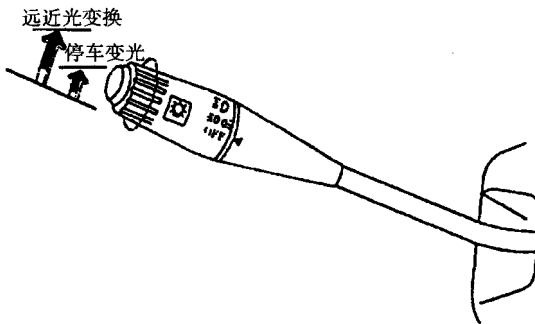

图 1-6 组合开关左手柄
(1) 左手柄 如图 1-6 所示，该开关为操纵杆式，在转向柱左侧。主要用于控制灯光和照明信号。